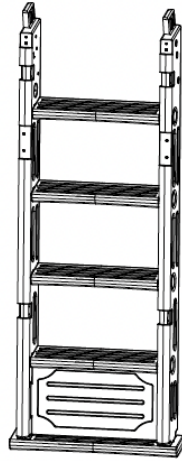

Figure 6
05. Soulevez le montant (avec les marches déjà installées) en position verticale, puis enclenchez le clip rond situé au bas du montant dans la fente de la marche inférieure (voir Figure 6).